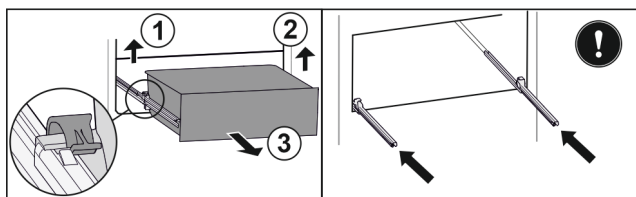

Fig. 27 *
- ▶ Приподнимите левый зажим и одновременно вытяните движением вперед выдвижной ящик слева Fig. 27 (1).*
- ▶ Приподнимите правый зажим и одновременно вытяните движением вперед выдвижной ящик справа Fig. 27 (2).*
- ▶ Извлеките выдвижной ящик движением вперед Fig. 27 (3).*